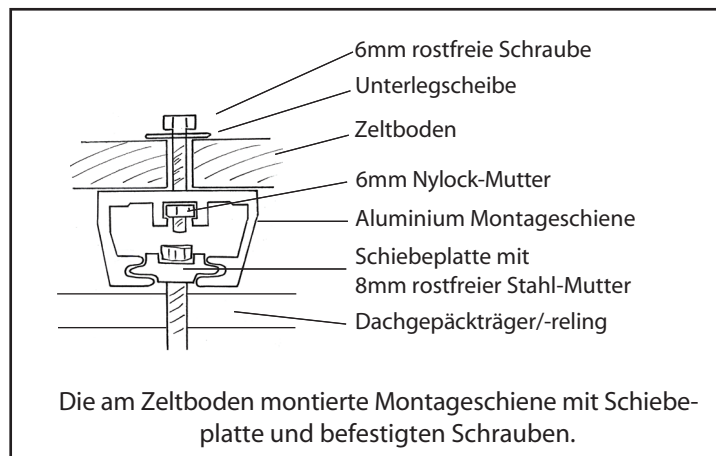

Abbildung 2
3. Schieben Sie Ihre Hand zwischen den Zeltinnenboden und die Matratze und stecken Sie die mitgelieferten Schrauben in die vorgebohrten Löcher. Verwenden Sie dazu die 6 mm Schrauben und Unterlegscheiben. Siehe Abbildung 2.
5. Schieben Sie die 6mm Muttern in die Montageschienen und ziehen Sie die Schrauben von der Zeltinnenseite fest. Siehe Abbildung 2.